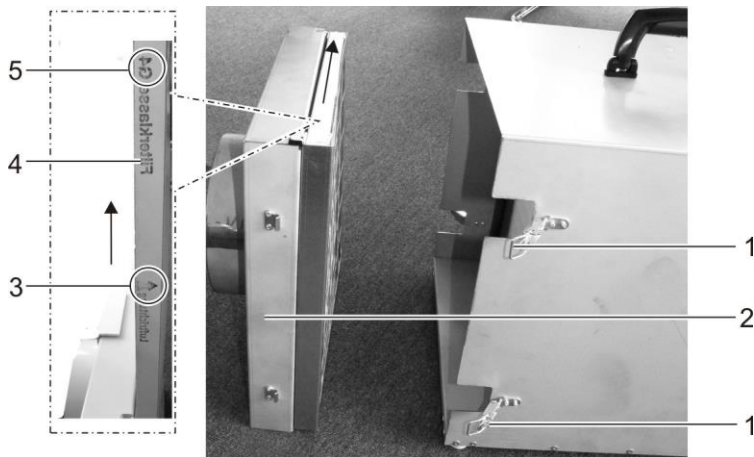

Abb. 3: Vorfilter wechseln
3. Schnappverschlüsse (Abb. 3, Pos. 1) öffnen.
4. Vorfilter (Abb. 3, Pos. 4) nach oben aus dem Gehäuse ziehen.
5. Gehäuserückseite (Abb. 3, Pos. 2) gründlich mit mildem Reinigungsmittel reinigen und trocknen lassen.
6. Sichtkontrolle: Vorfilter auf Verschmutzung kontrollieren. Bei Bedarf einen neuen Filter der gleichen Filterklasse (Abb. 3, Pos. 5) in die Gehäuserückseite schieben. Dabei auf die Luftrichtung (Abb. 3, Pos. 3) achten.
10. Gehäuserückseite mit Vorfilter (Abb. 3, Pos. 2) mittels Schnappverschlüssen (Abb. 3, Pos. 1) an das Gerät montieren.